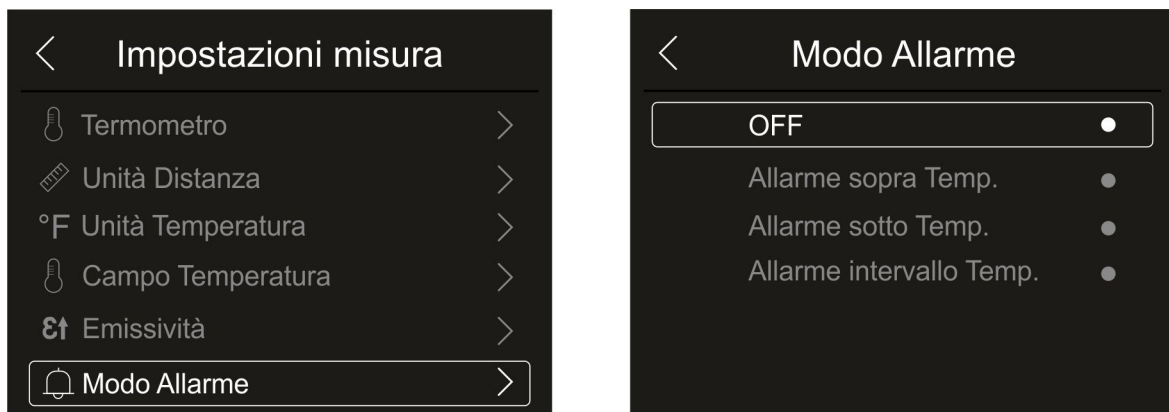

Fig. 26: Menu attivazione soglie di allarme sulla misura
1. Toccare la voce “Modo Allarme” per eseguire l’attivazione delle soglie di allarme acustico sulla misura di temperatura associate agli oggetti inseriti sull’immagine (cursore, punti, linee e aree) associate alla funzione “Allarme” presente nel menu principale (vedere §). La Fig. 26 – parte destra è mostrata: